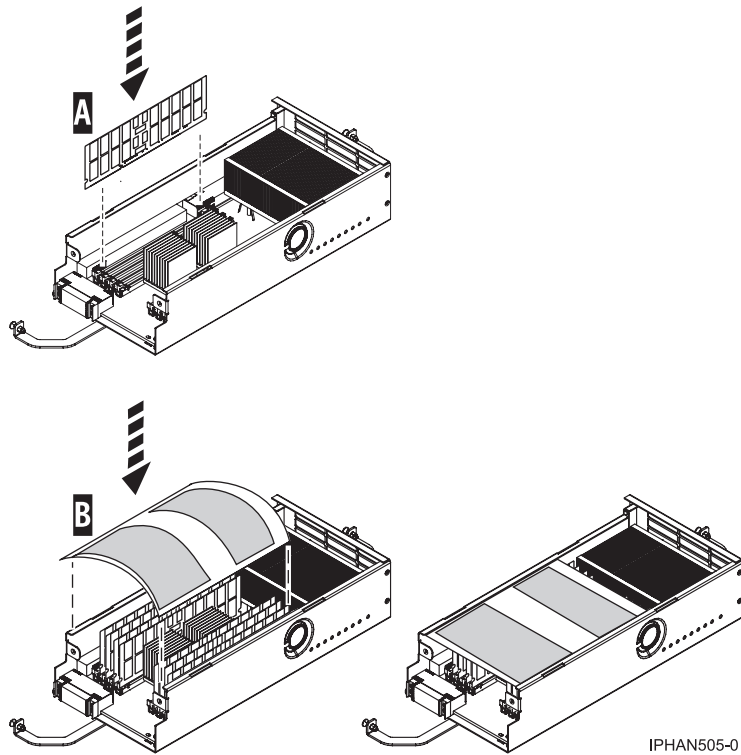

Figure 12. Film plastique placés sur les modules de mémoire 4 ou 8 Go
8. Si vous possédez des modules de mémoire 4 ou 8 Go, utilisez le film plastique pour éviter qu'ils n'entrent en contact avec le capot. Une fois les modules de mémoire **(A)** insérés, placez le film plastique **(B)** dessus comme illustré à la figure 12, à la page 16. Si vous remplacez les modules de mémoire 4 ou 8 Go par des modules de mémoire d'une autre capacité, retirez le film plastique. Sinon, la ventilation risque d'être insuffisante.